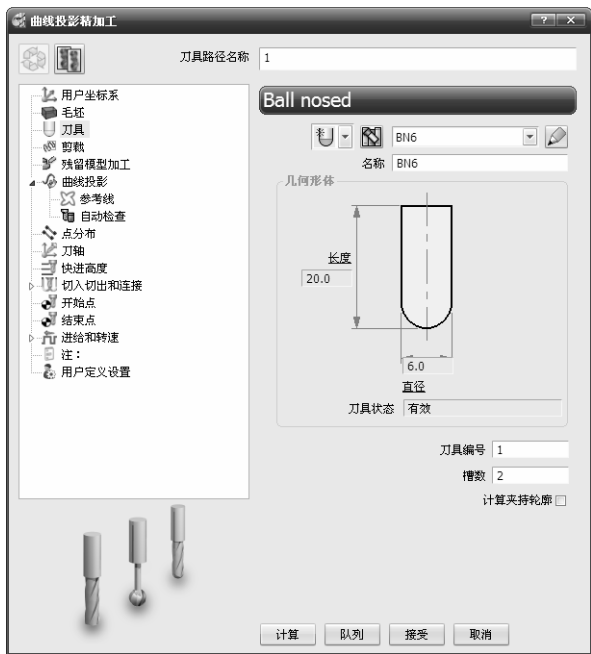

图 2-247 “曲线投影精加工”对话框
4) 单击主工具栏上的“刀具路径策略”按钮,弹出“策略选取器”对话框,单击“精加工”选项卡,选中“曲线投影精加工”选项,单击“接受”按钮,弹出“曲线投影精加工”对话框,如图 2-247 所示。